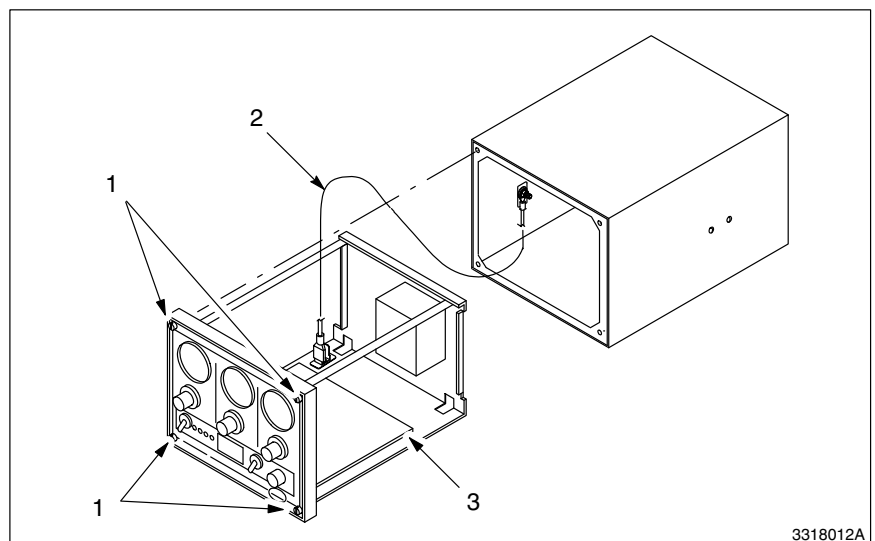

Fig. 6-1 Dépose du module de contrôle
2. Se reporter à la figure 6-1. Desserrer les vis imperdables (1) fixant le module de contrôle au coffret.
3. Glisser le module de contrôle hors du coffret. Déconnecter le fil de terre (2) sur le module.
1. Se reporter à la figure 6-1. Connecter le fil de terre (2) avec le module.
3. Serrer les vis imperdables (1) pour fixer le module de contrôle au coffret.